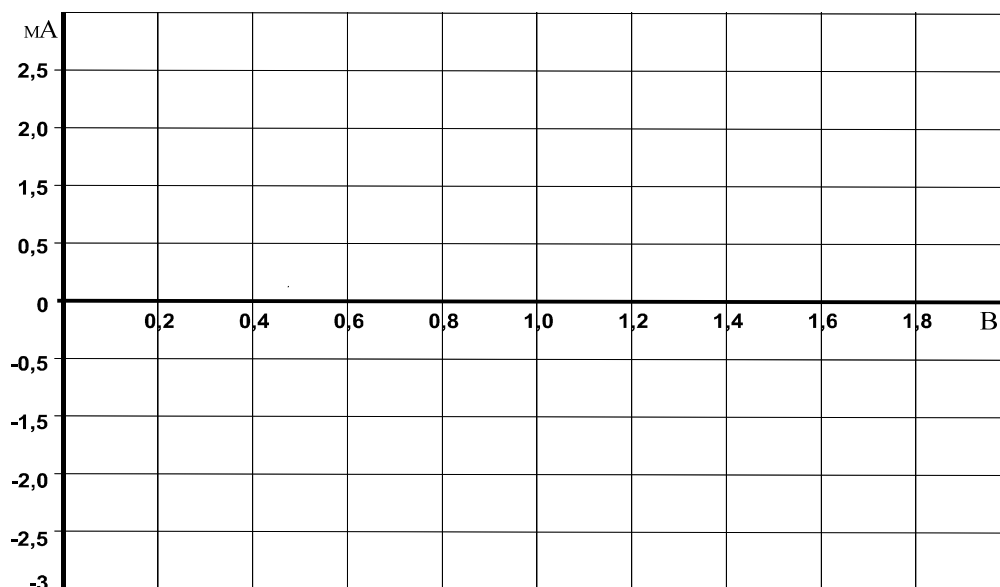

Рисунок 9
3.3. На рис. 9 постройте графики $I_{У}(U_{УК})$ при увеличении и уменьшении напряжения. На графике отметьте напряжения $U_{ОТП}$ и ток $I_{ОТП}$.